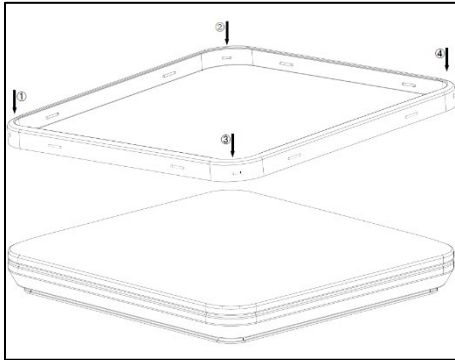

Figura 6
2. Instale la moldura decorativa negra desde la parte inferior del difusor comenzando desde una esquina, luego encaje las otras esquinas en su lugar para asegurar completamente la moldura decorativa en el difusor. (Ver Figura 6).